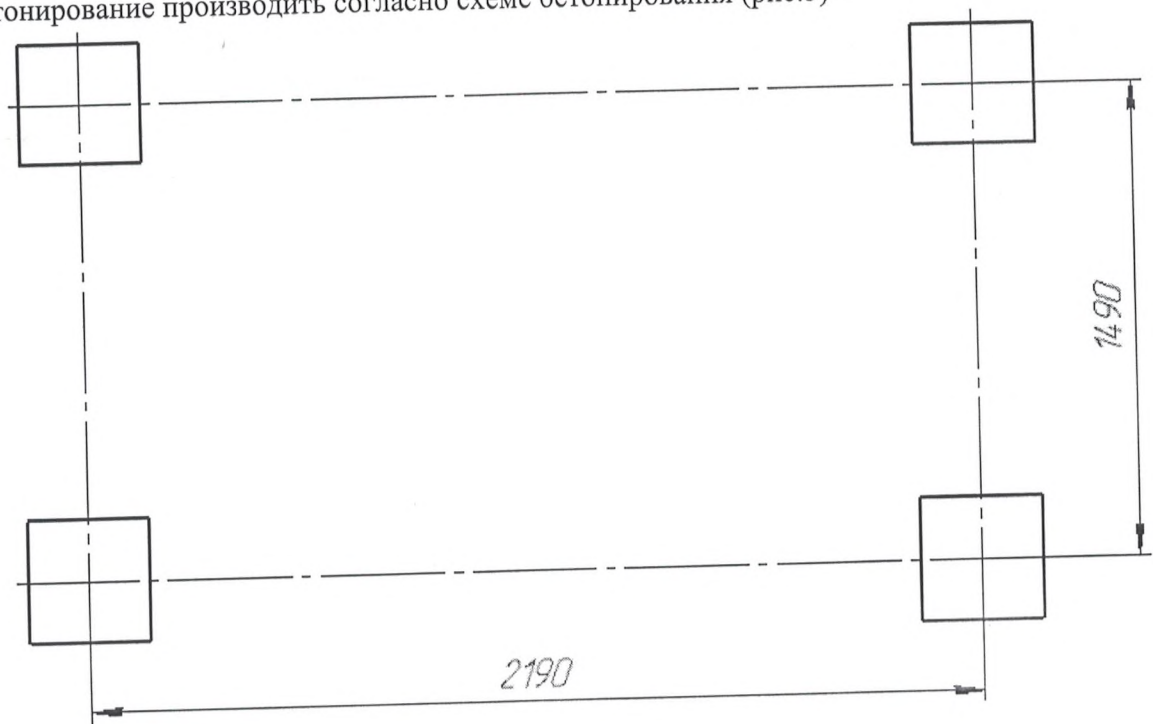

Рис.4 Схема фундамента
- разметить площадку (рис.4) и подготовить яму, глубиной 400 мм;